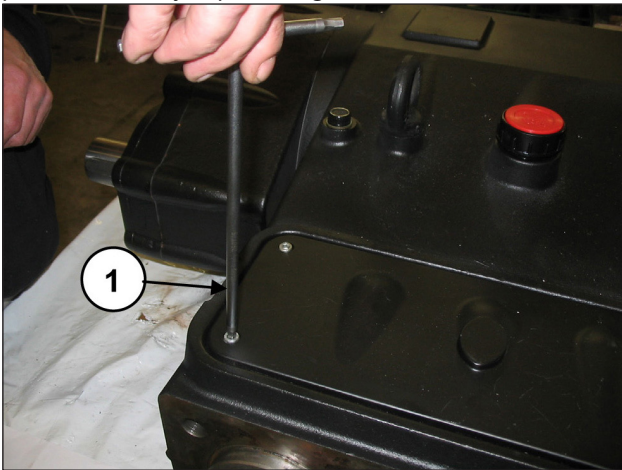

Fig. 112
Remova a cobertura de inspeção superior, soltando os quatro parafusos de fixação (pos. ①, Fig. 112).